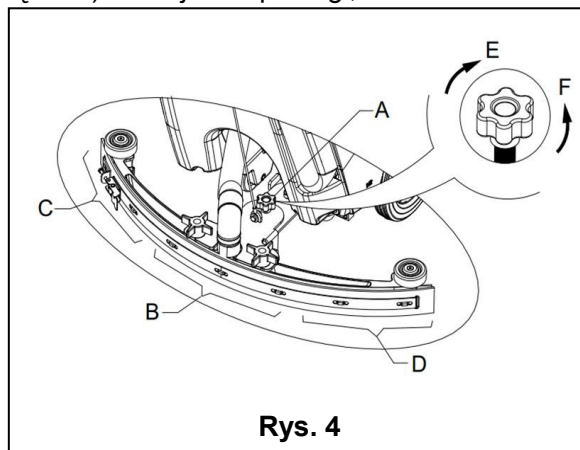

Rys. 3
Zależnie od rodzaju podłogi, jaka ma być czyszczona, do urządzenia montuje się szczotkę (Rys. 3, A) albo uchwyt pada (Rys. 3, B i C).
1. (dotyczy tylko **AS430C** i **AS510C**): Sprawdzić czy, kabel zasilania (9) został rozłączony od źródła zasilania oraz czy włącznik zasilania (38) jest wyłączony (O).
2. Nacisnąć uchwyt operatora (2) w celu uniesienia korpusu zbiornika (26).
3. Umieścić szczotkę (A) albo uchwyt płyty (B-C) pod obudową.
4. Użyć uchwytu operatora (2) do obniżenia korpusu zbiornika (26), aby zetknął się ze szczotką lub uchwytem pada.
5. Następnie zamontować szczotkę/uchwyt pada automatycznie, obracając włącznik zasilania (38) na pozycję "I" i naciskając wyłącznik bezpieczeństwa (1). Delikatnie popchnąć urządzenie do przodu, tak by koło pasowe na dole zbiornika wyrównało się ze szczotką lub uchwytem pada, które wtedy można założyć, po czym zwolnić wyłącznik bezpieczeństwa. W razie potrzeby, procedurę powtarzać aż do założenia szczotki/uchwytu pada.
6. Jeśli krok 5 okaże się zbyt trudny, to założyć szczotkę/uchwyt pada ręcznie, zgodnie ze wskazaniem strzałki (D) (zob. **Rys. 3**).
7. Aby zdjąć szczotkę/uchwyt pada automatycznie, trzeba obrócić włącznik zasilania (38) na pozycję "O". Ręką przytrzymać uchwyt operatora i docisnąć urządzenie do podłogi - aż koło naprowadzające dotknie podłogi a szczotka/uchwyt pada zawisnie w powietrzu. Następnie obrócić włącznik zasilania (38) na pozycję "I" i nacisnąć wyłącznik bezpieczeństwa tak, by szczotka/uchwyt opadła na podłogę.
8. Jeśli krok 7 okaże się zbyt trudny, to wykonać go ręcznie, obracając szczotkę/uchwyt pada w kierunku przeciwnym do normalnego kierunku obrotów, a wtedy będzie je można zdjąć (jak na **Rys. 3**).